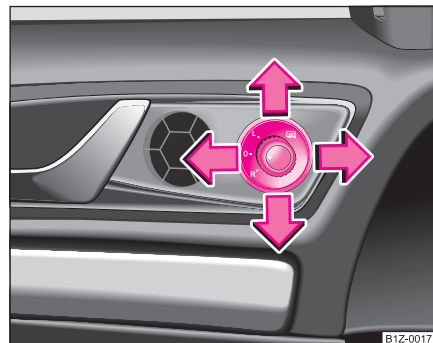

Fig. 59 Parte interior de la puerta: botón giratorio
- Gire el botón hasta la posición  ⇒ página 82, fig. 59.
Si el botón giratorio se encuentra en la posición  ⇒ página 82, fig. 59 y se acopla la marcha atrás, la superficie del espejo retrovisor se abatirá un poco hacia abajo. De ese modo, será posible ver el bordillo durante el aparcamiento.